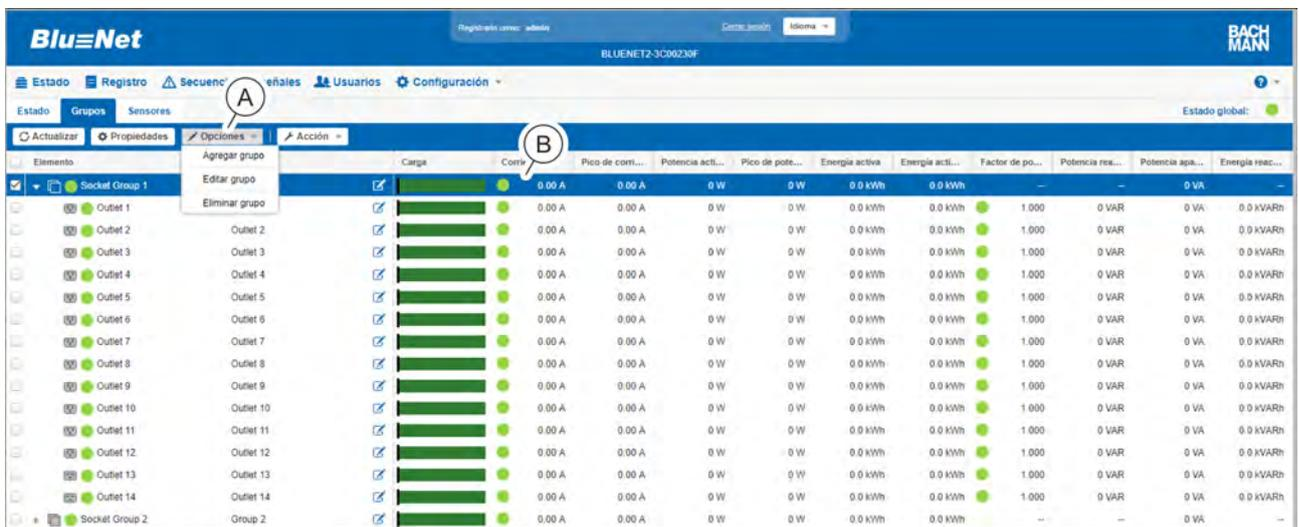

Fig. 110: Menú "Estado" – pestaña "Grupos"
3. ➔ Con el botón "Opciones ➔ Agregar grupo" cree un nuevo grupo de enchufes hembra (Fig. 110/A).
Para modificar un grupo existente, seleccione el grupo deseado (Fig. 110/@) y, a continuación, seleccione el menú "Opciones ➔ Editar grupo" (Fig. 110/A).
Para eliminar un grupo de enchufes hembra, seleccione el grupo de enchufes hembra que desee (Fig. 110/ⓐ) y, a continuación, seleccione el menú "Opciones → Eliminar grupo" (Fig. 110/ⓑ). A continuación, aparece un cuadro de diálogo con una pregunta que debe confirmarse.